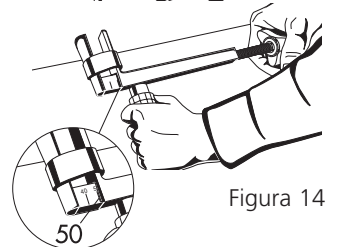

Figura 14
- 2) Girar la empuñadura para ensanchar las extremidades de la abrazadera ensanchadora (FIGURA 14) hasta el diámetro deseado indicado en la vara graduada (por ejemplo \varnothing 50) y observar los tiempos de estacionamiento (véase la tabla al final de la página).